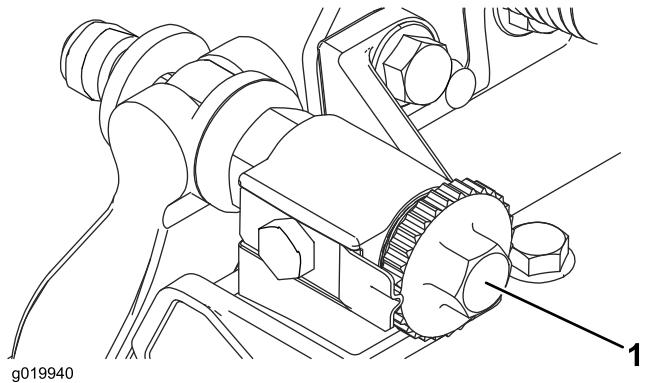

Figure 16
- 1. Placez le plateau de coupe sur une surface de travail plane et horizontale. Tournez les vis de réglage de la barre d'appui dans le sens antihoraire pour vérifier qu'elle ne touche pas le cylindre (Figure 16).